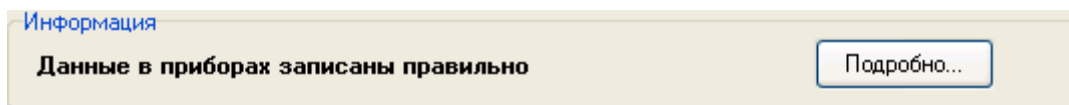

Рисунок 6-851 Сообщение о данных идентификатора, для которого информация в БД соответствует хранимой в приборах конфигурации
- для тех идентификаторов, информация в базе данных которых соответствуют хранимой в приборах конфигурации, отображается пометка «данные в приборах записаны правильно» (см. Рисунок 6-851), а в списке паролей записи остаются отображенными черным цветом;